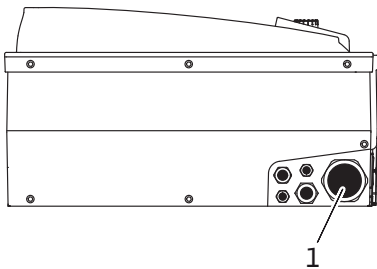

Fig. 22. Кабельне нарізне з'єднання M40
- Провід під'єднання до мережі слід проводити через кабельне нарізне з'єднання M40 (Fig. 22, поз. 1).